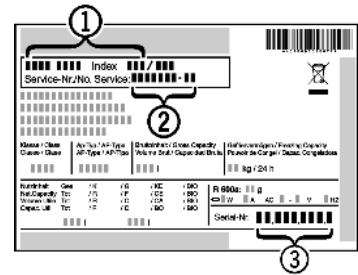

Fig. 7
- ▶ Наименование устройства Fig. 7 (1), сервисный № Fig. 7 (2) и серийный № Fig. 7 (3) считайте с заводской таблички. Заводская табличка находится внутри устройства слева.
- ▶ Обратитесь в сервисную службу и сообщите вид неисправности, наименование устройства Fig. 7 (1), сервисный № Fig. 7 (2) и серийный № Fig. 7 (3).